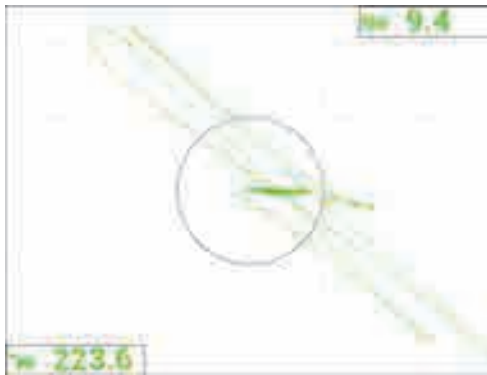

Рис. 5-59 Сигнал после точной настройки
3. Нажмите клавишу FULL NEXT (➡️) для переключения на полноэкранный режим, выполните сканирование. Полученный сигнал должен быть похож на Рис. 5-59 на стр. 173. Значение максимальной амплитуды сигнала и угол сигнала отображаются по умолчанию. Подробнее о типе показания или положении на импедансной плоскости см. в разделе «Отображение значений в режиме реального времени» на стр. 56.